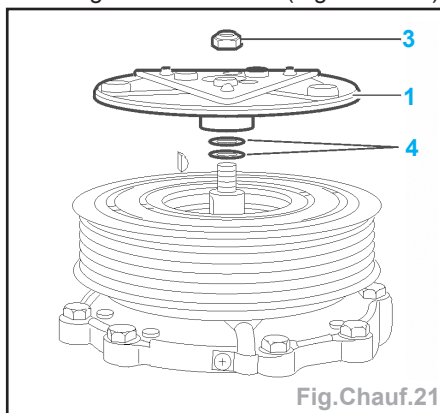

Fig. Chauf.21
- si la valeur est incorrecte, déposer le plateau entraîneur (1).
- Montage avec clavette : (Fig. Chauf.21).